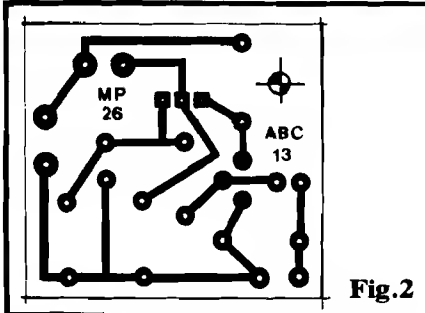

Fig. 2
- FIG. 2 - Lay out do Circuito Impresso específico. A placa é pequena, com desenho simples, não constituindo problema mesmo para os "Alunos" que não gostam muito de "sujar os dedos com percloro..." Em "Aulas" anteriores, Seções específicas, foram dadas todas as "dicas" e instruções, para a cópia, traçagem, corrosão, limpeza e furação de Circuitos Impressos... Quem ainda tiver dúvidas deve consultar essas "Lições"... De qualquer maneira, recomendamos os "eternos" cuidados com esse tipo de substrato para montagem: verificar com atenção a placa, depois de confeccionada, procurando eventuais "curtos" ou "falhas" nas pistas e ilhas, corrigindo previamente os defeitos que eventualmente forem encontrados, **antes** de iniciar o posicionamento e soldagem das peças. O desenho das áreas cobreadas, na fig. 2, está em tamanho natural (escala 1:1), portanto é só "carbonar", diretamente, ou xerocar e usar como gabarito para marcação das